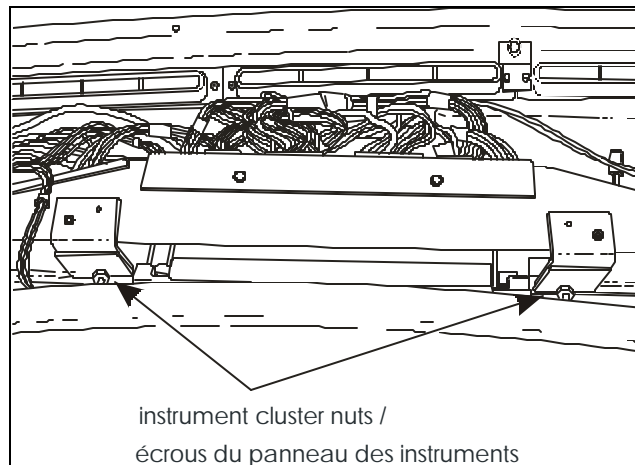

FIGURE 1
5. Dévisser les écrous fixant le panneau des instruments au logement du tableau de bord (figure 1).